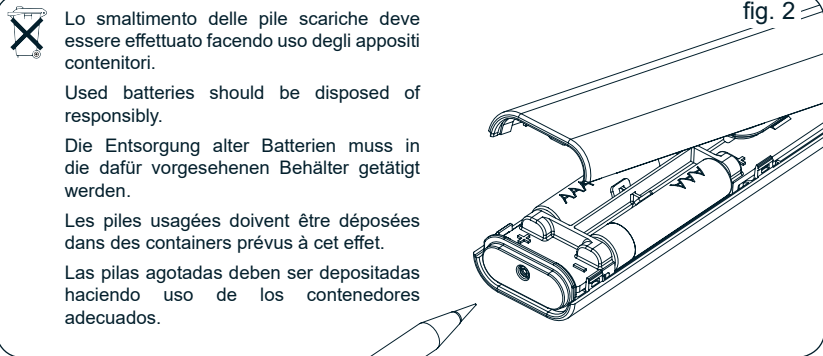

fig. 2
- 2.0 Alimentazione** - Il telecomando funziona con due pile alcaline da 1,5 V formato LR03 (AAA) (fig. 2). Durante la trasmissione il LED si accende fisso se le pile sono cariche, lampeggia quando si stanno scaricando. Per la sostituzione usare solo pile analoghe a quelle indicate.
- 2.0 Batteries** - The remote control works with two 1.5 V Alkali batteries (AAA) format LR03 (fig. 2). During operation the LED will light up. If batteries are low, the LED flashes. Replace the batteries only with type specified above.
- 2.0 Batterien** - Der Handsender funktionieren mit zwei 1,5 V Alkalibatterien (AAA) Format LR03 (fig. 2). Während der Sendung des Signals leuchtet das LED. Sich entleerende Batterien werden durch das blinken des LED's signalisiert. Die Batterien müssen mit Batterien des gleichwertigen Typs ersetzt werden.
- 2.0 Batteries** - L'émetteur fonctionne avec deux piles alcalines de 1,5 V type LR03 (AAA) (fig. 2). Pendant la transmission, la led reste allumée si les piles sont chargées ou clignote plus ou moins intensément lorsque les piles se déchargent. Le remplacement des piles s'effectue seulement avec des piles similaires à celles indiquées.
- 2.0 Alimentación** - El emisor funciona con dos pilas alcalinas de 1,5 V tipo LR03 (AAA) (fig. 2). Si durante la transmisión el led permanece fijo, las pilas están cargadas, si parpadea se están agotando. Para la sustitución de las mismas usar solamente pilas análogas a las indicadas.